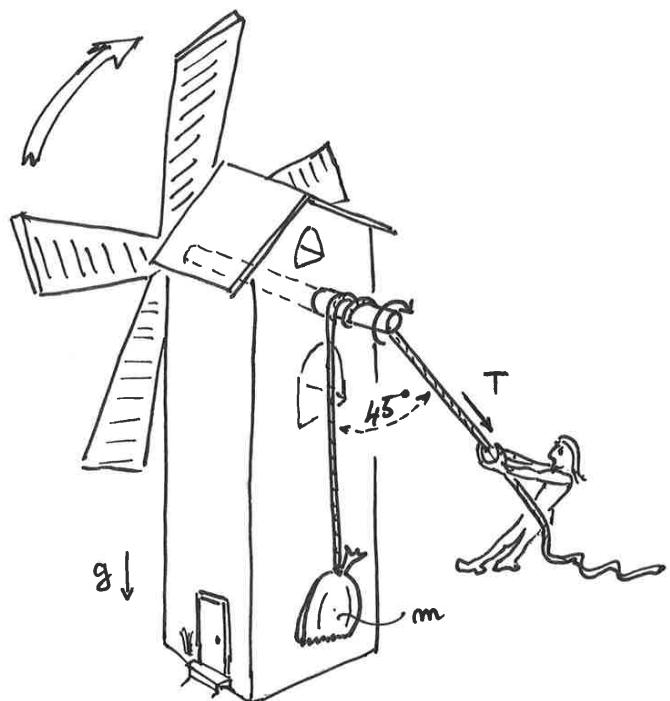

Fig. 2
Pour profiter de l'assistance du vent, la meunière décide de monter la barre sur un palier et de la relier à l'arbre de son moulin de telle sorte que la barre tourne sur elle-même dans le sens qui tend à faire monter la charge (sens indiqué par les flèches sur la Fig. 2).
**Question 3 :** Calculez la force  $T$  que doit exercer la meunière sur la corde pour **monter** la charge à une vitesse constante avec ce nouveau mécanisme (Fig. 2).
**Question 4 :** Calculez la force  $T$  que doit exercer la meunière sur la corde pour **descendre** la charge à une vitesse constante avec ce nouveau mécanisme (Fig. 2).